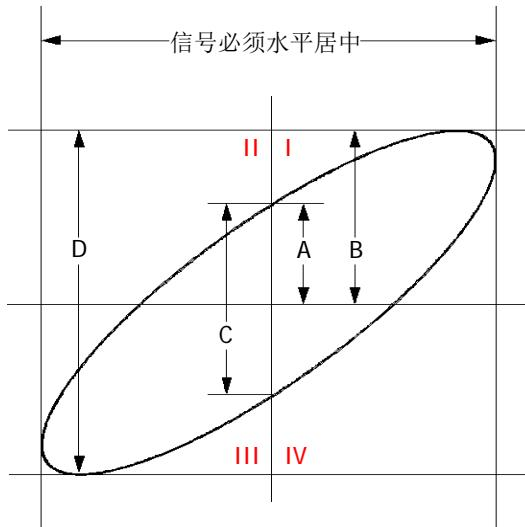

图 4-1 相位差的测量原理图
4. 观察上图的测量结果，并根据相位差测量原理图（图 4-1）可得 $A/B(C/D)=1$ ，即两个通道输入信号的相差角为 $\theta=\pm \arcsin 1=90^\circ$ 。